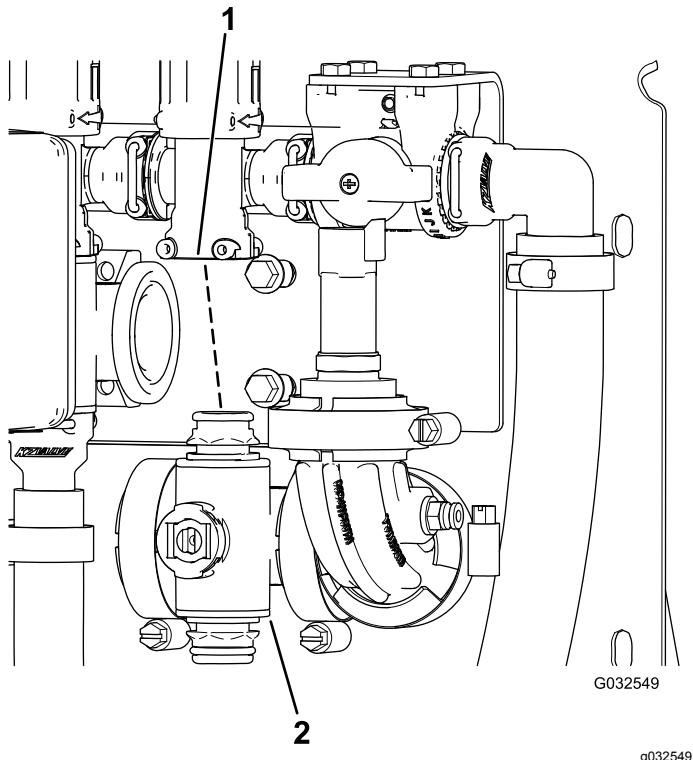

Figura 101
3. Retire el distribuidor de la válvula de sección de la máquina (Figura 101).